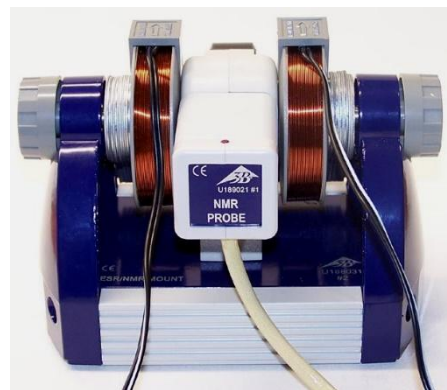

Abb. 1 Basiseinheit mit Messkopf
- Messkopf so in die Messkopfaufnahme des Grundgeräts stecken, dass das Gehäuse anliegt (siehe Abb. 1).